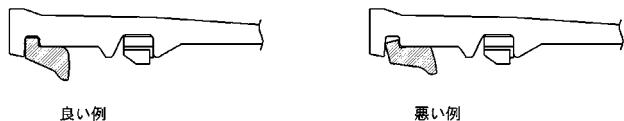

図13 ゴム輪の装着例
- (3) ゴム輪装着後プラスチックハンマでゴム輪を受口内面になじませるようにたたく。さらに、ゴム輪内面を指で触り、部分的な浮き上がりが無い事を確認する(図13)。